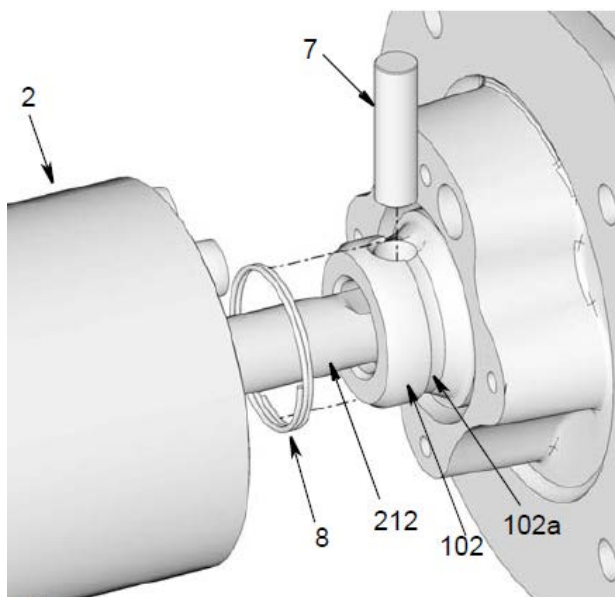

Рис. 18
11. Выдвиньте пружину (8) из канавки (102a) в соединительном рычаге (102) до тех пор, пока штифт (7) насоса будет виден (рис. 18). Толкните или слегка ударьте, чтобы извлечь штифт (7) насоса из отверстия.